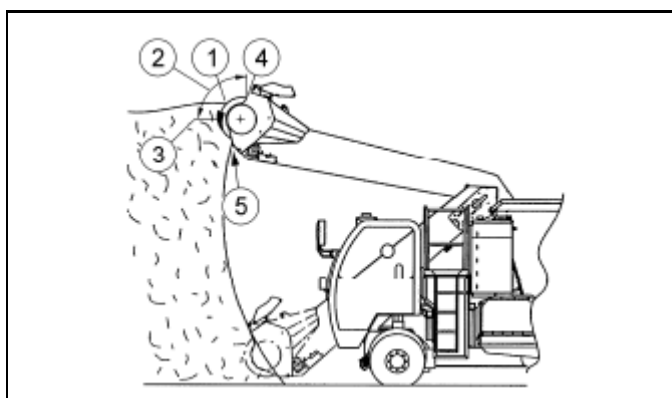

Abb. 7-1
4. Strukturwalze zum Anschnitt so am Silostock (Abb. 7-1) positionieren, dass sich die Oberkante (1) des Silostockes in dem Bereich (2) zwischen dem Mittelpunkt (3) der Strukturwalze und der Schutzeinrichtung (4) befindet.